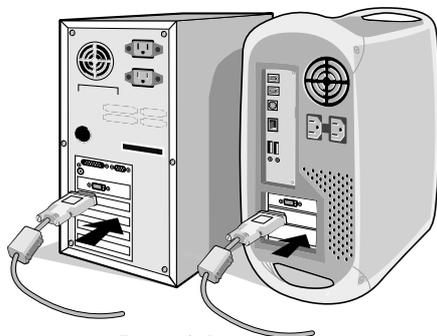

Figure A.1
2. Pour PC or Mac avec sortie numérique DVI : Branchez le câble d'interface DVI dans le connecteur de la carte d'affichage de votre système (Figure A.1) Serrez toutes les vis.